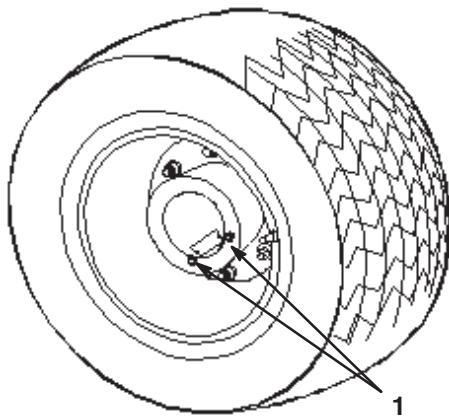

Figura 44
- Coloque el pulverizador sobre una superficie nivelada con las ruedas traseras posicionadas para el drenaje, según muestra la Figura 44.